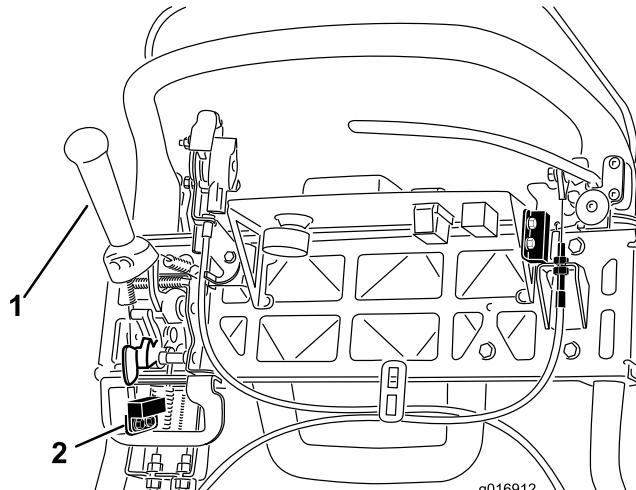

图37
4. 松开联锁开关紧固件（图37）。
5. 在牵引杆与联锁开关之间放入 0.062 英寸（1.6 毫米）厚的塞尺（图37）。